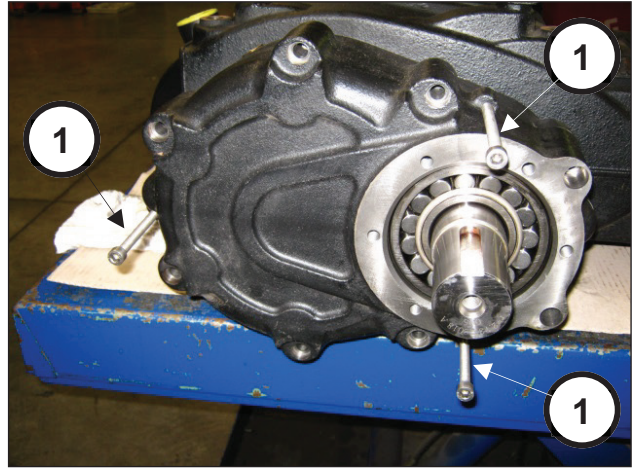

Abb. 7
Setzen Sie 3 Stiftschrauben oder Gewindeschrauben M8 (Pos. ①, Abb. 7) als Abzieher in die entsprechenden Bohrungen ein.